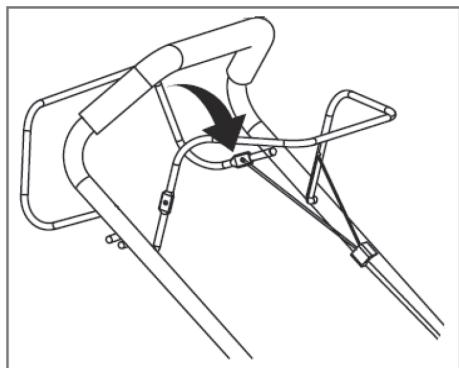

Рис. 20
- Для остановки двигателя отпустите рычаг останова двигателя, двигатель автоматически остановится (рис. 20).